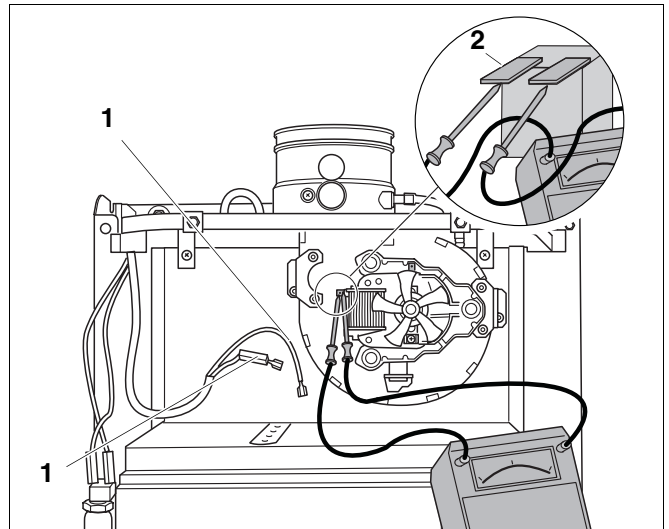

Fig. 10 Vérifier le fonctionnement du ventilateur
- Débrancher la fiche de câble (fig. 10, pos. 1) du ventilateur.
- Mesurer la résistance aux raccordements (fig. 10, pos. 2) du ventilateur. Si elle est d'environ 50 Ohm, le ventilateur est en bon état.